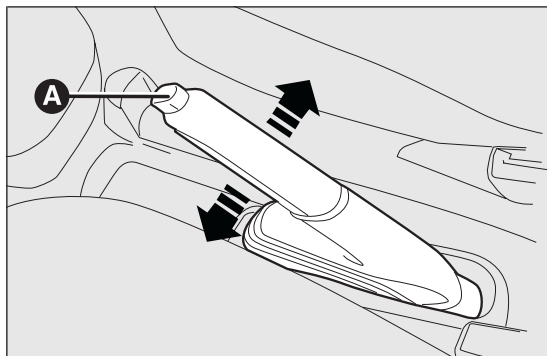

fig. 121
La leva del freno a mano fig. 121 è posta tra i sedili anteriori.
- ☐ sollevare leggermente la leva e premere il pulsante di sblocco A fig. 121;